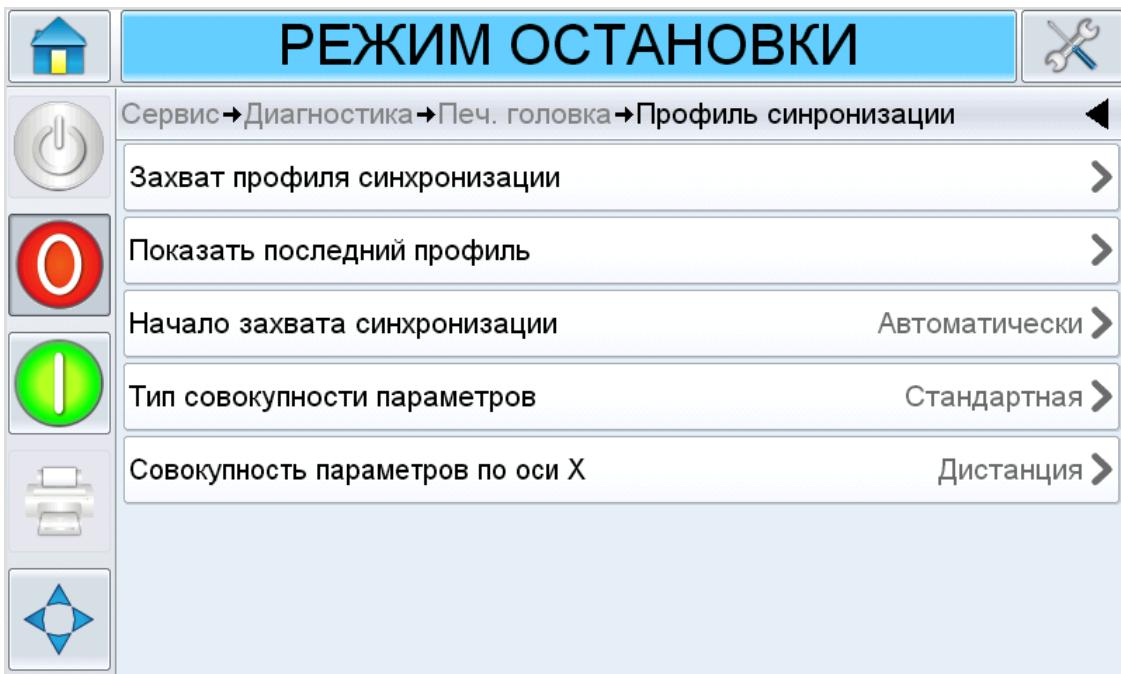

Рис. 5-16: Экран Encoder Profiles (Профили энкодера)
1. Нажмите Encoder Profiles (Профили энкодера) на экране Printhead (Печатающая головка) для доступа к параметрам профилей энкодера (Рис. 5-16).